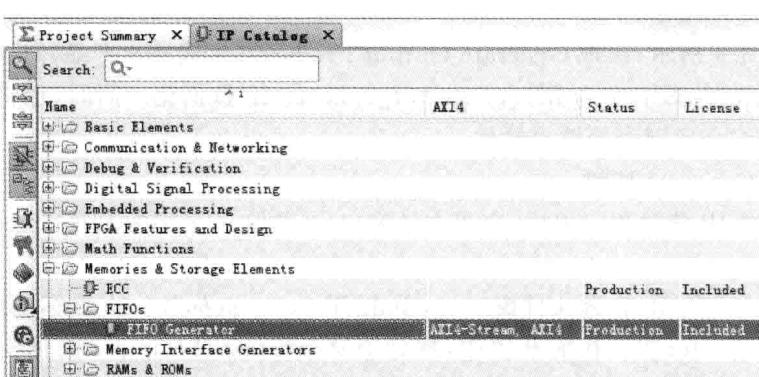

图 3.2 生成 FIFO IP 核入口
- (2) 如图 3.2 所示,在 Vivado 主界面右侧出现 IP Catalog 标签窗口。在该标签窗口下,列出了可供使用的 IP 核。在该窗口界面中,找到并展开 Memories & Storage Elements。在展开项中找到 FIFOs。